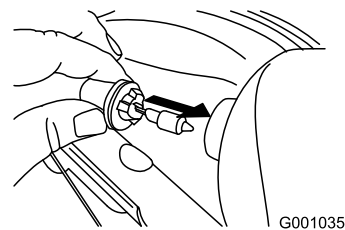

Рисунок 56
4. Вставьте новую лампу в тыльную часть фары (Рисунок 56).